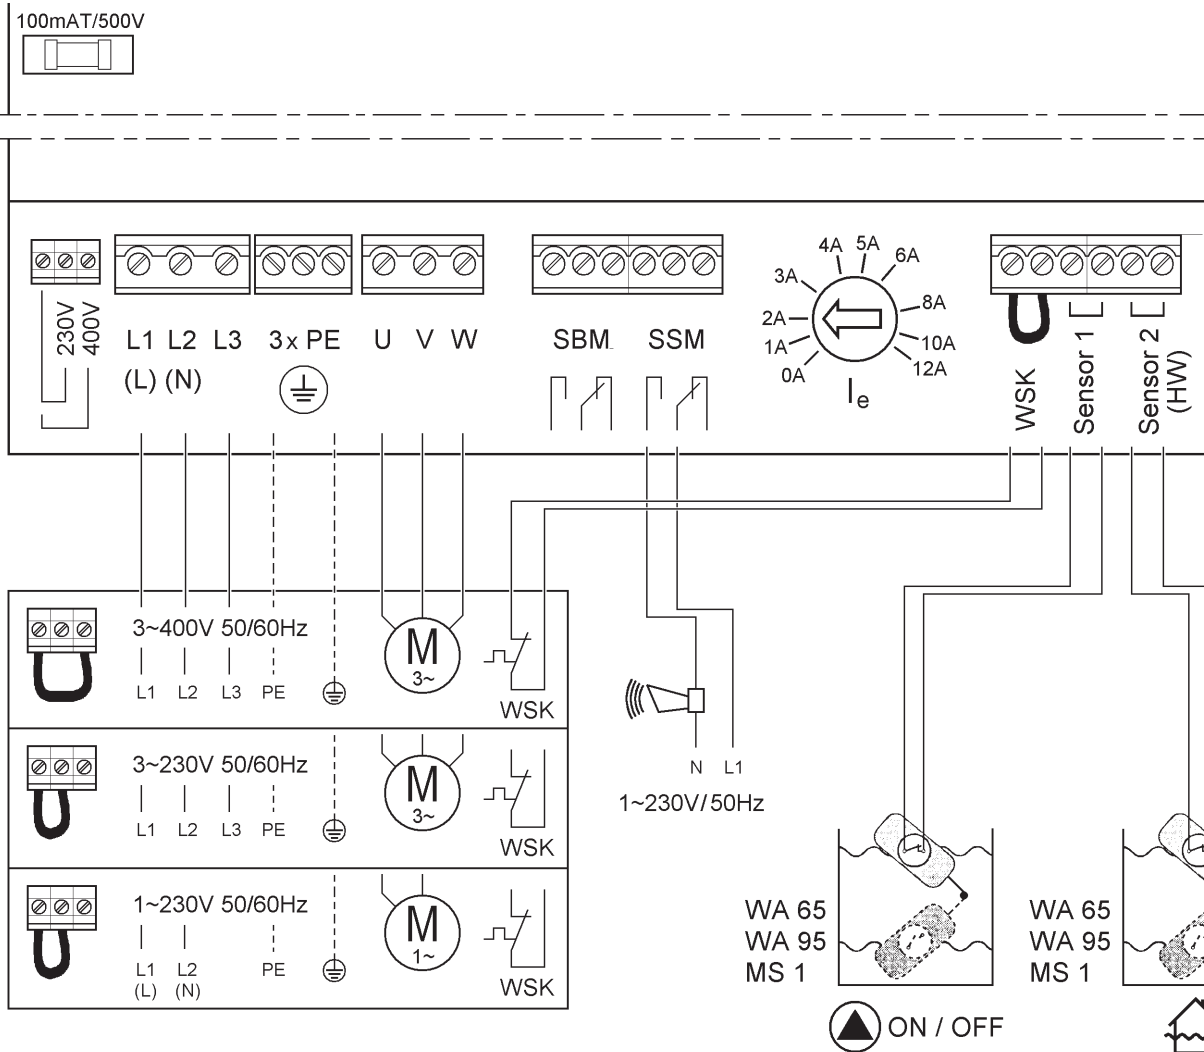

Fig. 2
4.2 Styrskåpets funktioner (Fig. 2)
5.2 Elektrisk anslutning (Fig. 2)